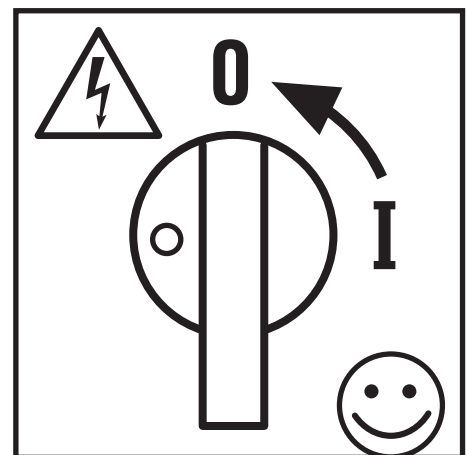

Fig.: 12
1. Incorpore un interruptor de alimentación externo (Fig.: 12) a fin de desconectar la instalación en cualquier instante.